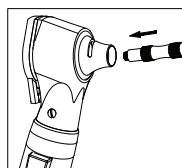

fig.4
1. Remplacement de l'ampoule (fig. 4)